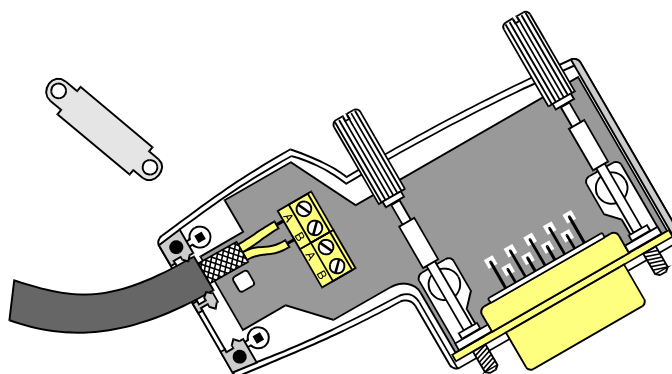

Figura 7-5 Abertura do Conector e Colocação do Cabo
- Abrir o conector, conforme figura 7-5;